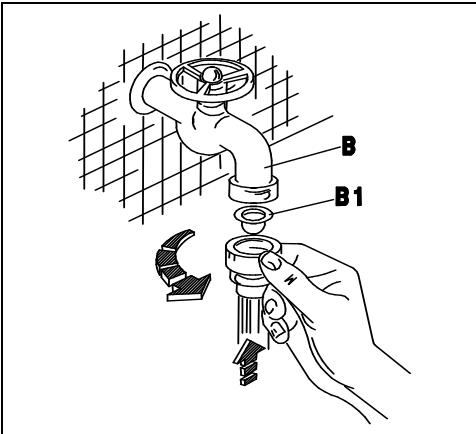
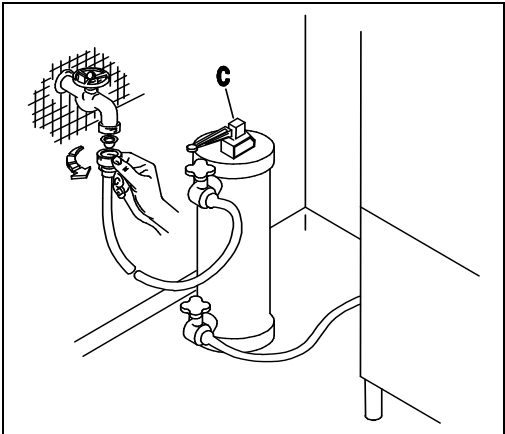
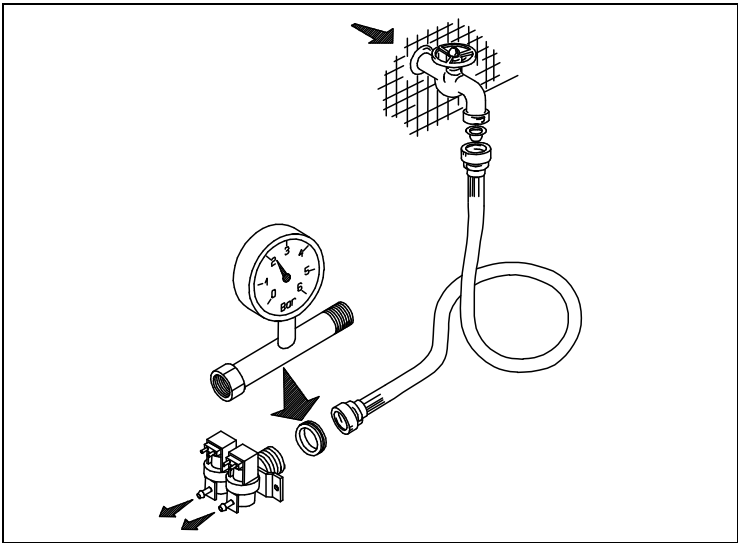
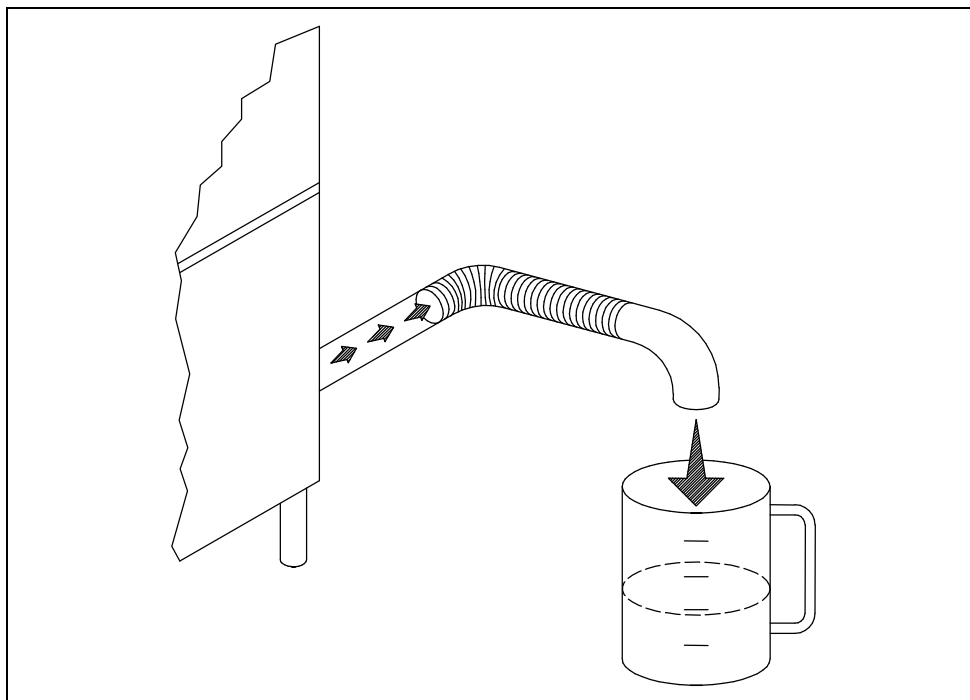

Fig. 2-2
Fig. 2-3
Fig. 2-4
Fig. 2-5
- L'apparecchio è previsto per l'allacciamento all'acqua fredda o calda (max 50÷55°C), con una pressione a valvola aperta come indicato nella Tab. 2-1. In caso di pressione superiore alla massima consigliata, bisogna installare un riduttore di pressione. In caso di pressione inferiore alla minima consigliata, bisogna installare una pompa di aumento pressione di max 0.5 Hp, con una portata di 20 L/min ed una prevalenza di 15÷20 mt. Il controllo della pressione deve essere effettuato all'ingresso dell'elettrovalvola (ved. fig.2-4). La condotta dell'acqua deve avere un diametro interno di almeno 16/18 mm (ved.fig.2-5). Collegare il tubo di carico acqua dell'apparecchio ad un rubinetto d'intercettazione (B), posto preferibilmente nelle immediate vicinanze dell'apparecchio, interponendo l'apposito filtro in dotazione (B1) (ved. fig.2-2). Si consiglia l'installazione di un decalcificatore (C) (non in dotazione), montato a monte dell'elettrovalvola della macchina (ved. fig.2-3).
- The appliance is designed for connection to the cold or hot water supply (max. 50÷55°C) at a mains pressure with the valve open as shown in Table 2-1 and a minimum output of 10 litres/min. If pressure exceeds the maximum, fit a pressure reducer. If pressure is lower than the minimum, fit a pressure booster pump of max. 0.5 HP, with an output of 20 litres/min. and a head of 15÷20 metres. Pressure must be measured at the solenoid valve inlet (see fig. 2-4). The water pipes must have an internal diameter of at least 16/18 mm (see fig. 2-5). Connect the appliance water supply pipe to a cut-out tap (B), preferably placed close to the appliance, fitting the special filter provided (B1) (see fig. 2-2). We recommend fitting a water softener (C) (not provided) upstream from the machine solenoid valve (see fig. 2-3).
- Das Gerät ist für den Anschluss an Warm-und Kaltwasser (max. 50÷55°C) vorgesehen, wobei der Druck bei offenem Ventil dem in Tab. 2-1. Bei höherem Druck als dem empfohlenen einen Druckminderer installieren. Bei niedrigerem Druck als empfohlen eine Druckerhöhungspumpe mit max. 0,5 Hp, einer Förderleistung von 20l/min und einer Förderhöhe von 15-20m installieren. Die Druckkontrolle muss am Eingang des Elektroventils erfolgen (siehe Bild 2-4). Die Wasserleitung muss einen Innendurchmesser von mindestens 16/18 mm aufweisen (siehe Bild 2-5). Den Zulaufschlauch des Gerätes an einen möglichst nahegelegenen Wasserhahn (B) anschliessen und den vorgesehenen Filter (B1) anbringen (siehe Bild 2-2). Der Einbau eines Etkalkers (C) wird empfohlen; dieser gehört nicht zur Ausstattung und muss vor dem Elektroventil der Maschine eingebaut werden. (siehe Bild 2-3).
- L'appareil peut être raccordé à l'eau froide ou chaude (50÷55°C max) à une pression, soupape ouverte, comme indiqué dans le tableau 2-1. Si la pression dépasse la pression maximum conseillée, il faut installer un réducteur de pression. Si la pression est inférieure à la pression minimum conseillée, il faut installer une pompe pour faire augmenter la pression de 0,5 Hp max., à un débit de 20 litres /min et à une hauteur d'élévation de 15-20 m. Le contrôle de la pression sera effectué à l'entrée de l'électrovanne (voir fig. 2-4). Les conduites d'eau auront un diamètre interne d'au moins 16/18 mm (voir fig. 2-5). Raccorder la conduite d'arrivée de l'eau de l'appareil à un robinet secondaire (B), installé si possible tout près de l'appareil, après avoir intercalé le filtre spécial fourni (B1) (voir fig. 2-2). Nous conseillons d'installer un adoucisseur (C) (non fourni) qui sera monté en amont de l'électrovanne de la machine (voir fig. 2-3).
- Este aparato se puede alimentar con agua caliente o fría (máx. 50÷55°C); la presión del agua con válvula abierta está indicada en la tabla 2-1. En caso de que la presión fuera superior a la máxima que se aconseja, instale un reductor de presión; si fuera demasiado baja, instale una bomba de aumento de presión de 0,5 Hp (máximo), con un caudal de 20 litros por minuto y una altura de elevación de 15 a 20 m. El control de la presión se debe efectuar en la entrada de la electroválvula (véase fig. 2-4). La tubería del agua debe tener un diámetro interior de 16-18 m. por lo menos (véase fig. 2-5). Conecte el tubo de alimentación del agua del aparato a un grifo de paso (B), que irá montado preferentemente muy cerca del aparato, tras interponer el filtro (B1) del equipamiento base (véase fig. 2-2). Es aconsejable instalar un descalcificador (C) (que no forma parte del equipamiento base). El descalcificador irá montado antes de la electroválvula de la máquina (véase fig. 2-3).